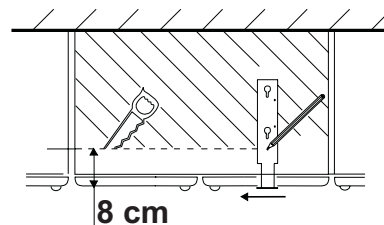

Fig. 7.1
1. Rita en linje med hjälp av monteringsmallen (se Fig. 7.1). Såga efter linjen och gör ett urtag i överskåpets botten.